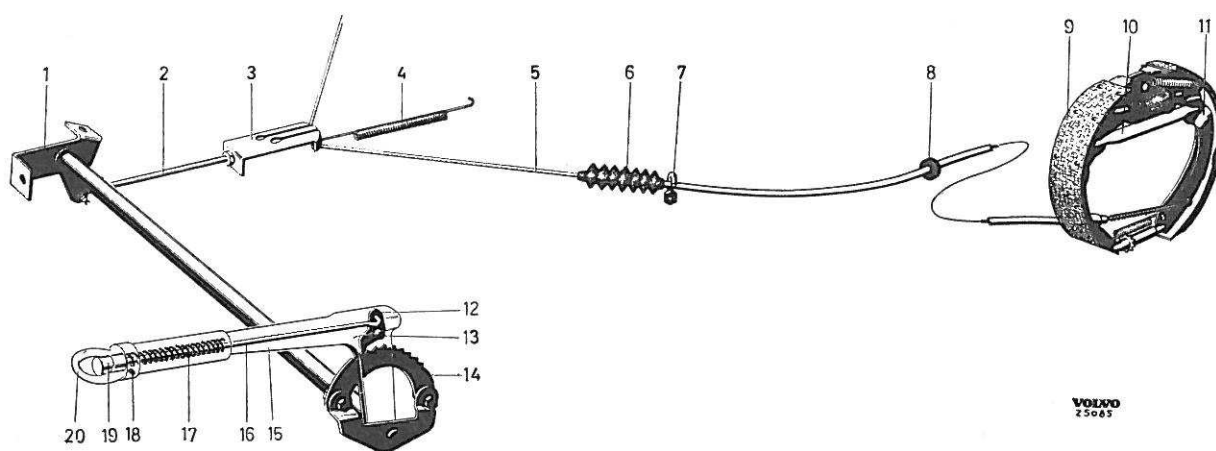

Fig. 13. Système de freinage à main.
Le levier de frein à main est placé au plancher, du côté extérieur du siège du conducteur. Les mouvements de ce levier sont transmis, par l'intermédiaire de l'axe, du levier et de la tige de commande, jusqu'à l'étrier de traction (3, Fig. 13). De là, le mouvement est transmis plus loin jusqu'aux leviers-cames (11) des freins des roues arrière par l'intermédiaire des câbles (5). L'extrémité supérieure de ces leviers-cames est fixée, dans chaque roue, sur le segment arrière de frein. Lorsque le levier-came est retiré vers l'avant, les segments sont poussés vers l'extérieur par l'articulation (10), ce qui a pour effet de serrer le frein à main.